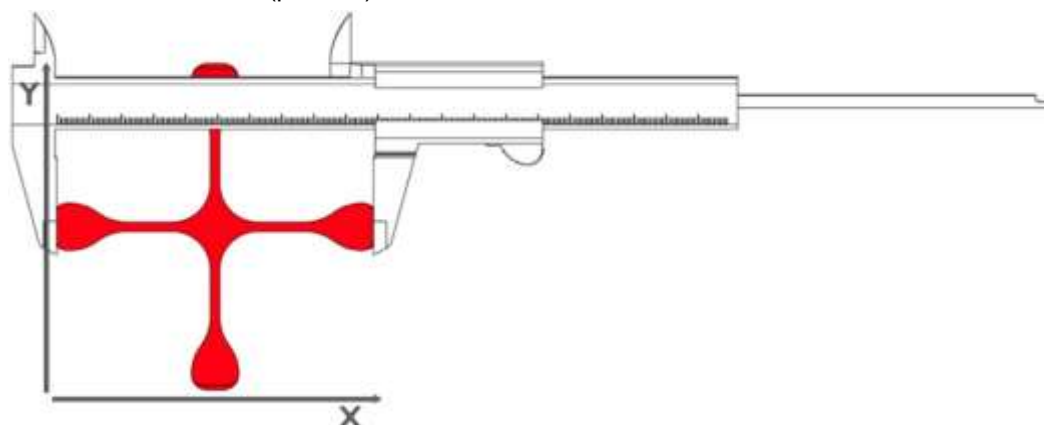

Рис. 59 Визуализация измерения
- Измерительная точка должна быть расположена посередине высоты модели выше шага, а обе точки должны находиться на высоте одного слоя (рис. 59).